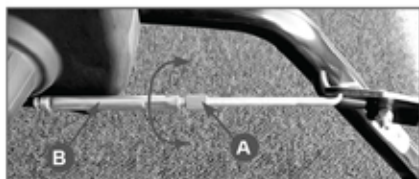

Рис. 31 Регулировка троса привода хода
Для регулировки троса привода хода необходимо ослабить контргайку (A) Рис.31 и вращая поводок (B) по часовой или против часовой стрелки установить необходимую длину троса. Затем затянуть контргайку (A).